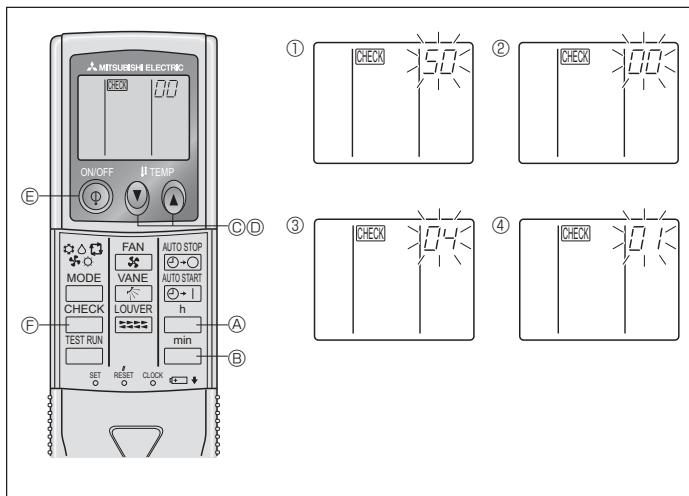

Fig. 6-9
- MODE düğmesine ④ basın; mod ve ayar numaraları (I) ve (II) sürekli yanık hale gelirler ve ayarın içeriği teyit edilebilir.
2) Kablosuz uzaktan kumanda için (Fig. 6-9)